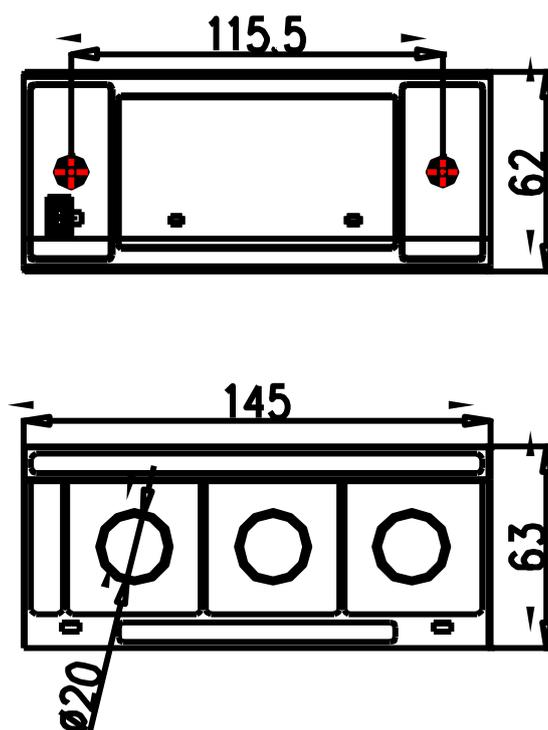

图 4 一体式互感器外形尺寸
5.3.1 一体式互感器外形尺寸如图 4 所示（单位：mm）：